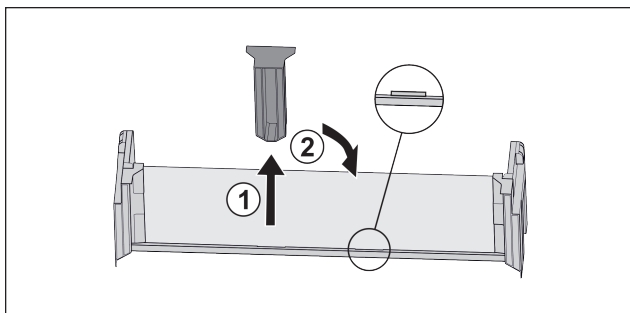

Fig. 24
- Træk den midterste holdedel ud Fig. 24 (1).
- Sæt den midterste holdedel i på den anden position Fig. 24 (2).